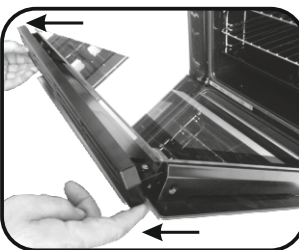

Figure 4
- Снимите верхнюю металлическую крышку, потянув ее вверх, как указано на рисунке 4 (Figure 4)